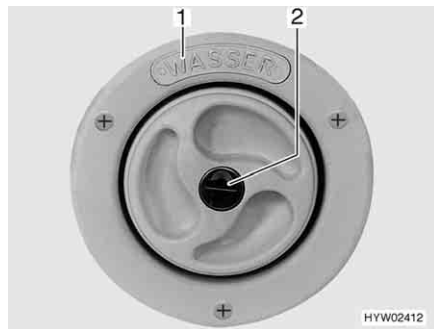
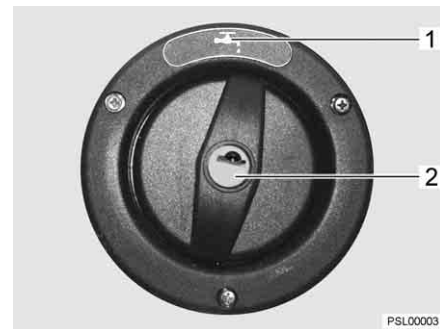

Bild 34 Verschlussdeckel für Trinkwasser-Einfüllstutzen
Bild 35 Verschlussdeckel für Trinkwasser-Einfüllstutzen (Alternative)
- ▷ Der Trinkwasser-Einfüllstutzen ist mit dem Schriftzug "WASSER" (Bild 34,1) oder mit dem Symbol "W" (Bild 35,1) gekennzeichnet.
- Schlüssel in Schließzylinder (Bild 34,2 bzw. Bild 35,2) stecken und entgegen dem Uhrzeigersinn drehen.